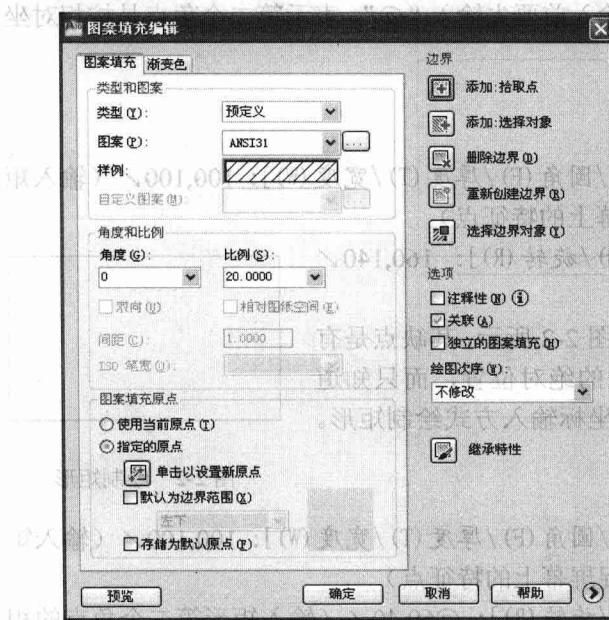

图 2-3 “图案填充和渐变色”对话框
Step1 图案填充。在命令行输入“BHATCH”，调用“图案填充”命令，系统自动弹出如图 2-3 所示的“图案填充和渐变色”对话框。